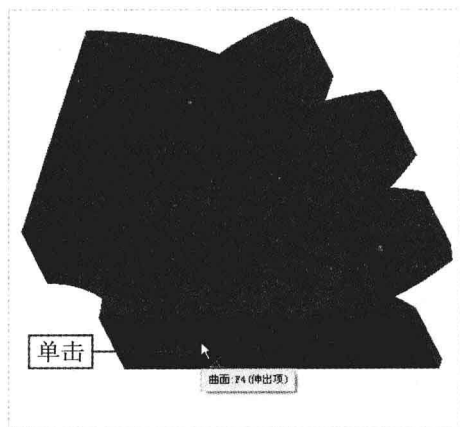

图 7-136 单击鼠标左键
Step 03 弹出“测量: 角度”对话框, 按住【Ctrl】键的同时, 在绘图区模型合适的面上单击鼠标左键, 如图 7-136 所示。